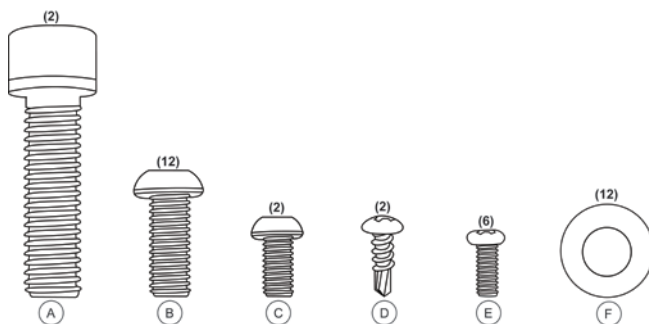
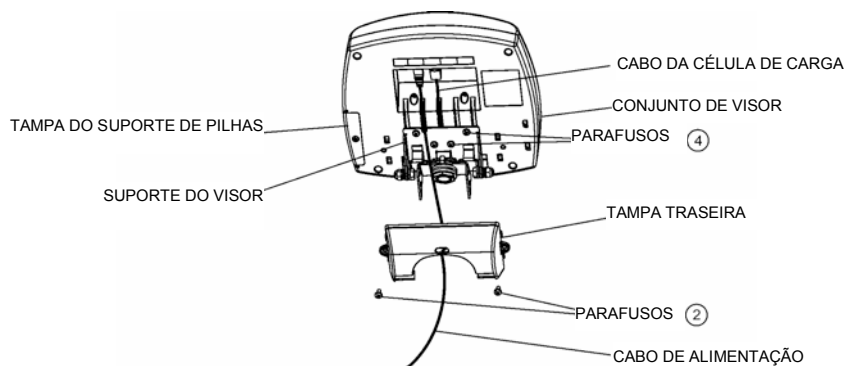

Figura 1
Figura 2
Hardware para montagem (Figura 1)
4. Deslizar o apoio manual central sobre o apoio manual na base e apertar o apoio manual utilizando quatro (4) parafusos M8 1,25 x ¾ (B), quatro (4) anilhas M8 (F) e a chave Allen média (consultar a Figura 1). Apertar ligeiramente os parafusos. NÃO APERTAR DEMASIADO. Aguardar até ao Passo 6.
5. Fixar os apoios manuais laterais esquerdo e direito ao apoio manual central e à plataforma utilizando dois (2) parafusos M10 1,5 x 1½ (A), oito (8) parafusos M8 1,25 x ¾ (B) com oito (8) anilhas M8 (F) e apertar ligeiramente.
7. Fixar a pega à parte de trás do apoio manual central utilizando dois (2) parafusos M6 1,0 x ½ médios (C), e apertar.
13. Rodar o suporte do visor 90°, em seguida, posicionar o conjunto do visor perto do suporte do visor. Ligar o conector do cabo da célula de carga à porta da célula de carga na parte de trás do visor, em seguida, inserir e fixar o cabo ao canal central do visor. Consultar a Figura 2, em cima, para ver uma ilustração. **Observação:** não ligar o cabo de alimentação. Aguardar até ao Passo 19.
15. Inserir quatro (4) parafusos de cabeça cilíndrica M4 Phillips (E) no suporte de metal do visor e apertar (consultar a Figura 1).
16. Ligar o suporte do adaptador à calha central utilizando dois (2) parafusos auto-roscentes nº. 8 x ½ (D) e apertar.
17. Ligar o adaptador de alimentação à porta de alimentação no visor, em seguida, inserir e fixar o cabo na parte exposta do segundo canal da esquerda na parte de trás do visor (consultar a Figura 2, em cima). Fixar o cabo através da ranhura de retenção na tampa traseira e alinhar as patilhas da tampa traseira grande com as ranhuras na parte de trás do conjunto do visor. Pressionar ligeiramente para a tampa ficar encaixada e fixá-la com dois (2) parafusos de cabeça cilíndrica M4 Phillips (E). **Não ligar a balança a uma fonte de alimentação até estar totalmente montada.**